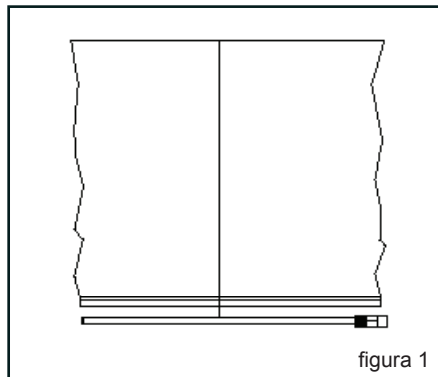

figura 1
1. Mida con una cinta métrica la longitud del panel inferior y haga una marca en la mitad de este (figura 1).